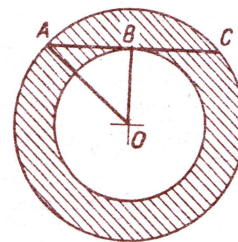

Рис. 2.
3. Диаметр прутка равен хорде AC, являющейся в то же время касательной к внутренней окружности трубки (рис. 2). Действительно, так как вес трубки и прутка при одинаковой длине пропорционален площади сечения, то для ответа на поставленный вопрос надо найти диаметр круга (сечение прутка), имеющего такую же площадь, как и сечение трубки. Площадь же сечения трубки равна разности площадей большого и малого кругов:  $\pi \cdot OA^2 - \pi \cdot OB^2 = \pi (OA^2 - OB^2)$ . Так как прямые OA, OB и AB образуют прямоугольный треугольник, то по известной теореме Пифагора  $OA^2 - OB^2 = AB^2$ ; следовательно, площадь сечения трубки равна  $\pi \cdot AB^2$ , т. е. равна площади круга с диаметром, равным AC.